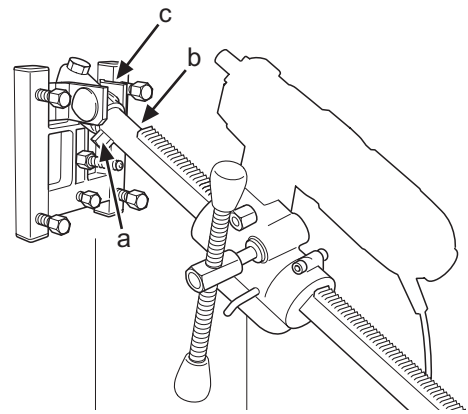

Fig. 12
2. Borrpelaren monteras på fotplattans vinkelfäste. Skruva åt de två låsskruvarna (a och b) med 24 mm nyckel. (Fig. 12). Matarhuset vänds 180° och återmonteras på borrpelaren. Borrmaskinen återmonteras i snabbfästet.
3. Ställ in önskad borrhinkel med mutter (c) (Fig. 12) med 30 mm nyckel.
2. Bore søjlen monteres på fodpladens vinkelbeslag. Spænd de to låseskruer (a og b) med en 24-mm-nøgle. (Fig. 12). Fremføringshuset vendes 180° og genmonteres på bore søjlen. Boremaskinen genmonteres i lynkoblingen.
3. Indstil den ønskede borevinkel med møtrikken (c) (Fig. 12) ved hjælp af en 30-mm-nøgle.
2. Borsøylen monteres på festeplatens vinkelfeste. Skru til de to låseskruene (a og b) med 24 mm nøkkel. (Fig. 12). Materhuset vendes 180° og monteres på borsøylen igjen. Bormaskinen monteres tilbake i hurtigfestet.
3. Still inn ønsket borrhinkel med mutter (c) (Fig. 12) med 30 mm nøkkel.